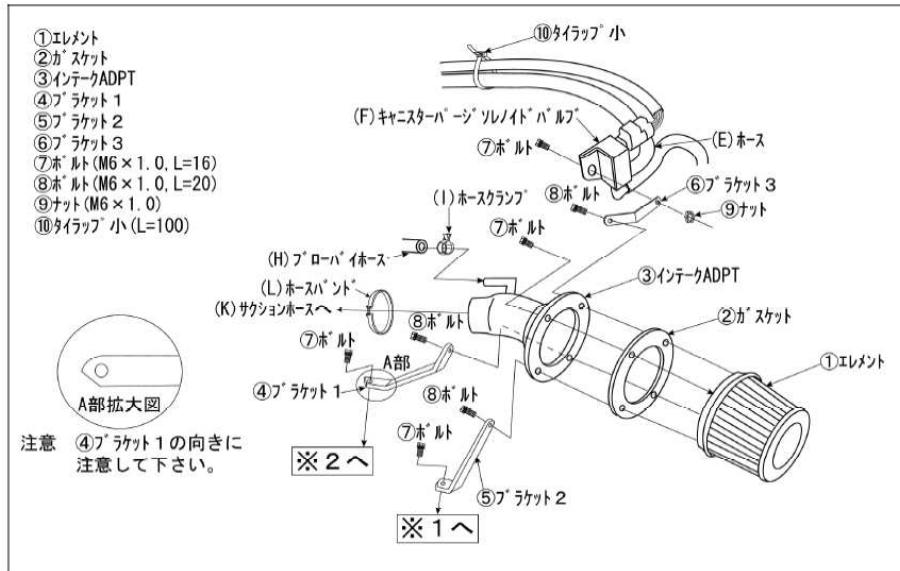

図4
2. 下図4～5を参照してPOWER INTAKEを組立ててください。この時、各ボルト・ナットは仮締めの状態にしておいてください。
- ※ エレメントの取付けは、②ガスケットの穴位置に合った4ヶ所のボルト穴にて取付けてください。取付けに使用しない4ヶ所のボルト穴は無視してください。
- ※ (F)キャニスターーパージソレノイドバルブを取付ける際、(E)ホース類に無理な力がかからないように取付けしてください。